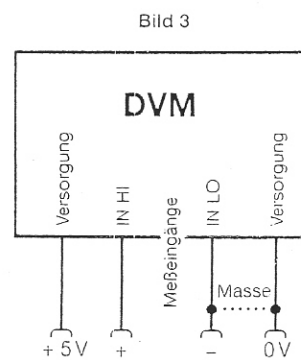

Bild 3
- DVM 43 kann auch im Bezug auf Minus gespeist werden, um ein eigenes Netzteil zu vermeiden, wenn auch die Messungen den Bezugspunkt Minus haben (Signaleingang Minus, Bild 3).
- Wenn die Versorgungsspannung auch als Messspannung dient, wird der Minus direkt am Messpunkt verbunden, um Fremdeinflüsse zu vermeiden (Bild 3).